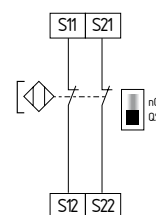

Fig. 15
**Control de interruptores magnéticos de seguridad mediante dos canales según EN 60947-5-3 (véase fig. 15)**